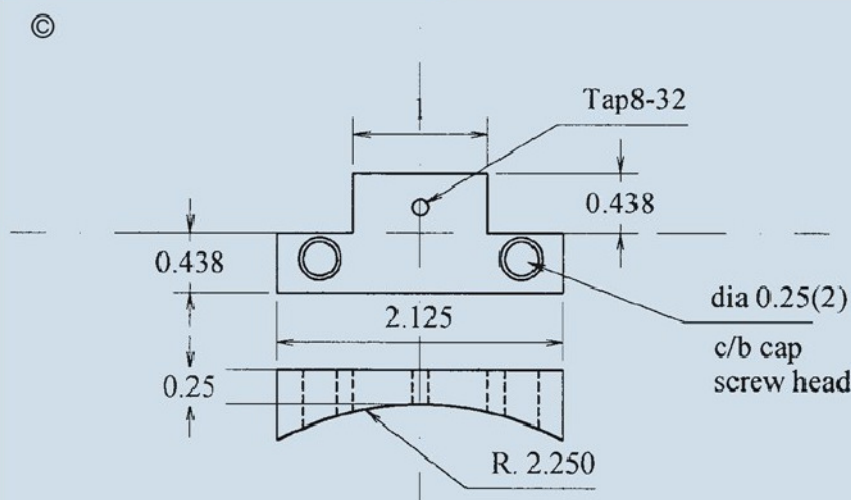

Fig. 6 Adjuster
- Fig. 6. Adjuster
Adjuster (Fig. 6)